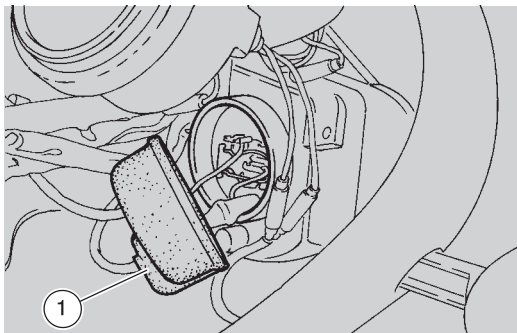

Abb. 55
- Gummischutzkappe abziehen (1-Abb. 55);